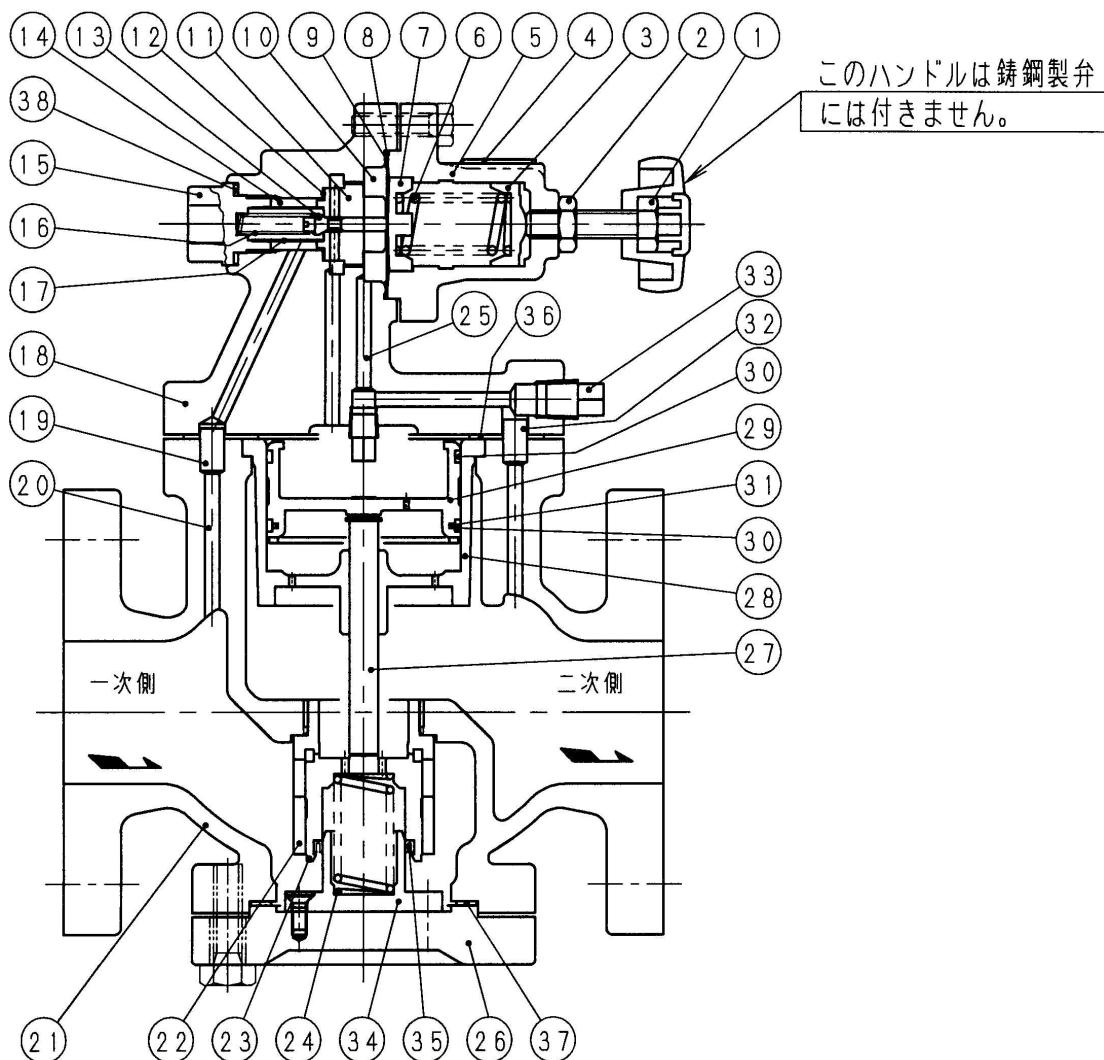

図3 構造図
- 分解に際して、まず配管中の蒸気を完全に抜去することが必要です。蒸気を止められない場合は、バイパス運転に切換え、減圧弁前後の止め弁を完全に閉じ、減圧弁内の残存蒸気は図3の上部ふたの六角ボルトを僅かに緩めて放出します。この時、蒸気が吹出す恐れがありますので、火傷やけがにはご注意ください。